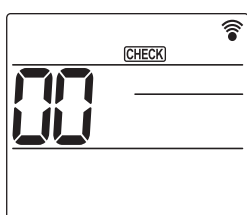

Fig. 6-7
- Tryk på [MENU]-knappen i 5 sekunder. (Fig. 6-7)